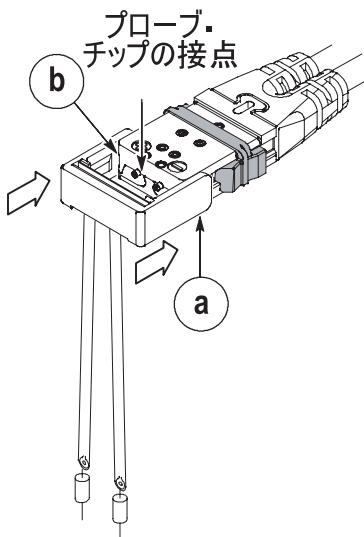

図 5：Tip- Clip アセンブリの取付け
- a. Tip- Clip アセンブリの側面をつかみ、プローブ・チップの後方にスライドさせます。Tip- Clip アセンブリがプローブ・チップの段付き部分を越えてカチッと音がすれば、アセンブリが正しくセットされています。図 5 を参照してください。